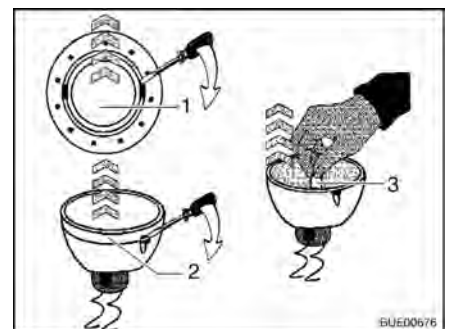

Bild 203 Byt halogenglödlampan
- Lossa den inre täckringen (Bild 203,1) från kåpan med hjälp av en skruvmejsel.
- Lossa täckringen med glasskivan (Bild 203,2) från den infällda halogenlampans undre del; använd en skruvmejsel.
- Tag ut halogenglödlampen (Bild 203,3).